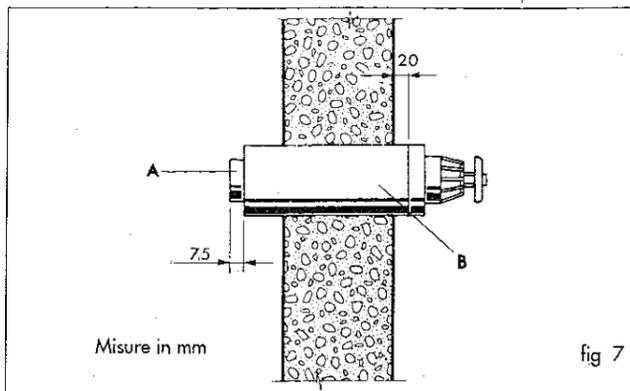

fig 7
- Preparare i tubi tagliandoli della lunghezza appropriata allo spessore del muro consultando la fig. 7. Se l'operazione è eseguita in modo corretto, la sporgenza del tubo fumi  $\varnothing 60$  mm rispetto al tubo aria  $\varnothing 100$  mm risulterà essere di 7,5 mm